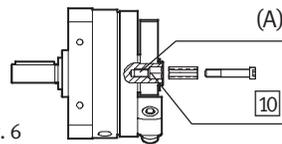

Fig. 6
5. Se till att den andra utgående axeln inte kan glida ur sexkanthålet \square_{10} (Fig. 6).